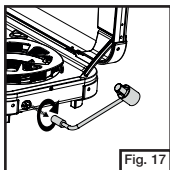

Fig. 17
- Détachez le détendeur du réchaud. (Fig. 17)